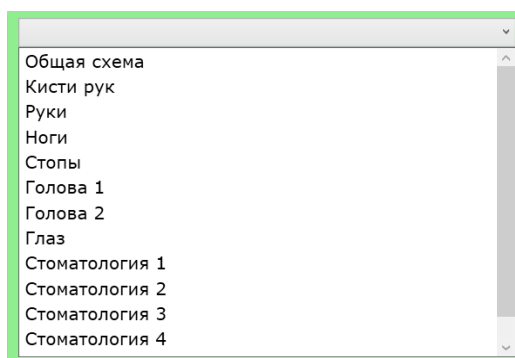

Рисунок 13 – Окно выбора системы
- В окне «**Системы**», расположенное в правой нижней части экрана, выводится выбранное оператором изображение из выпадающего списка систем (рисунок 13).